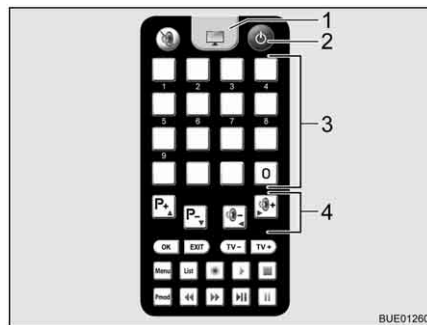

Bild 31 Fjärrstyrning
- Tryck på knappen "⏻" (Bild 31,2) på fjärrstyrningen. Parabolantennen lämnar viloläget och växlar till sökläge. När systemet har hittat satelliten ljuder en akustisk signal.
- Ställ in den önskade sändaren via lagringsknapparna (Bild 31,3) eller funktionsknapparna (Bild 31,4).